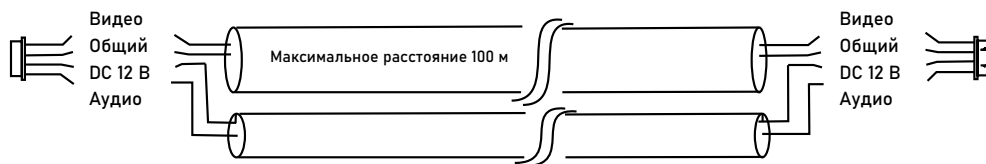

Рис. 11 Комбинированный видеокабель для подключения видеодомофона
3. При выборе кабеля для подключения вызывной панели и дополнительного домофона руководствуйтесь критериями, представленными на Рис. 11 и 12.